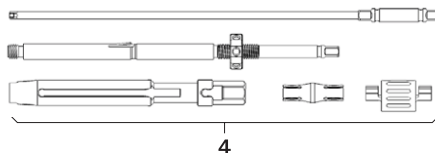

Fig. 9
- Montar a alavanca de reposição 4, ver Fig. 9.